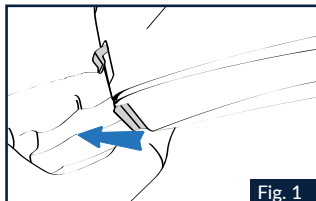

Fig. 1
1.1 Spingere verso l'esterno la leva rossa di sblocco facendola ruotare con il pollice (Fig.1).